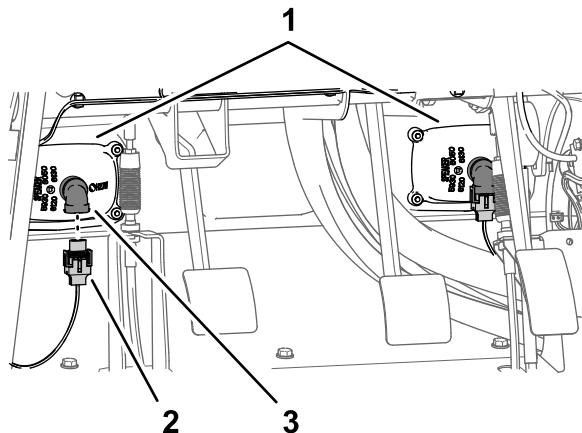

Figura 12
1. Scollegate i 2 connettori elettrici (a 2 prese) del cablaggio preassemblato della macchina dai connettori a 2 pin dei gruppi fari di sinistra e destra (Figura 12).